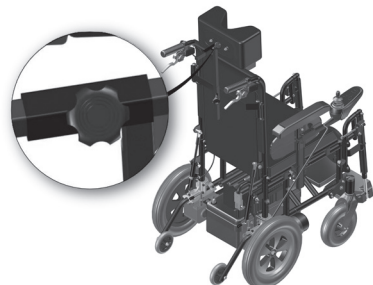

Figura 6.2- Indicação do manípulo de regulagem da profundidade do apoio cabeça.
b. Para regulagem da profundidade gire o manípulo, localizado atrás do apoio cabeça (indicado na figura 6.2) no sentido anti-horário, deslize-o para frente ou para trás até atingir a posição pretendida; após gire o manípulo no sentido horário para travar.